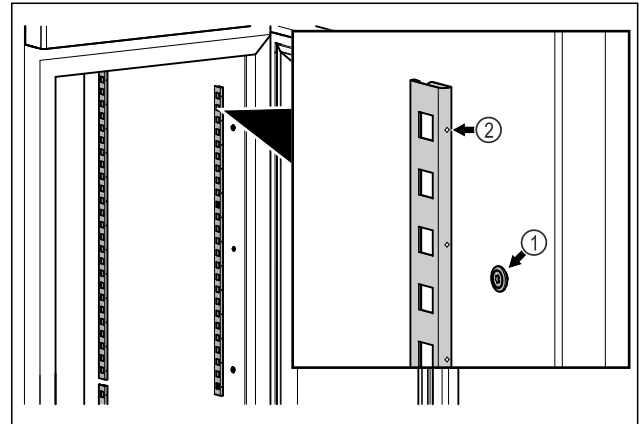

Fig. 56 Beispielhafte Darstellung
- ▶ Rastenleisten in Aufhängung Fig. 56 (1) einhaken.
- Markierung Fig. 56 (2) muss nach vorne zeigen.